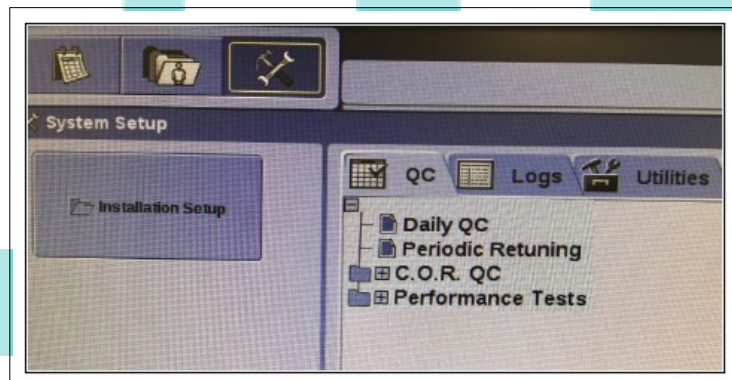

Figura 3
2. Na interface do computador de aquisição, selecionar a aba “*System Setup*” e, em seguida, a aba do teste de controle de qualidade diário “*Daily CQ*”, conforme indicado na **Figura 3 – A: System Setup e B: Daily QC;**